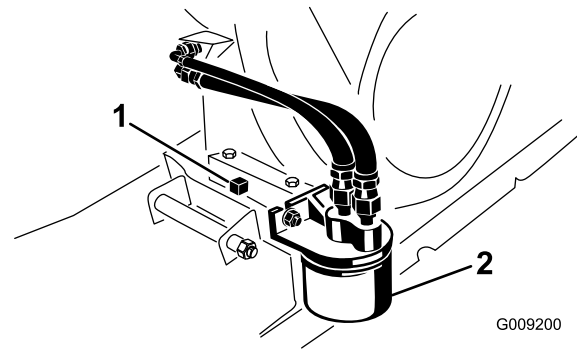

Figura 29
5. Retire el tapón de vaciado (Figura 29) y deje fluir el aceite a un recipiente apropiado. Cuando el aceite deje de fluir, coloque el tapón de vaciado.
2. Retire el filtro de aceite (Figura 29).